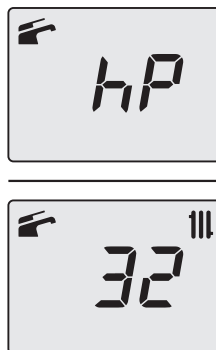

Figura 9.26
- Premendo il tasto 19 (Figura 9.22) è possibile variare la potenza in modalità spazzacamino: con visualizzazione sul display LCD delle lettere **hP** che si alternano con il valore di temperatura dell'acqua di riscaldamento (es.32), siamo in "funzione spazzacamino" alla potenza minima in riscaldamento (Figura 9.26).